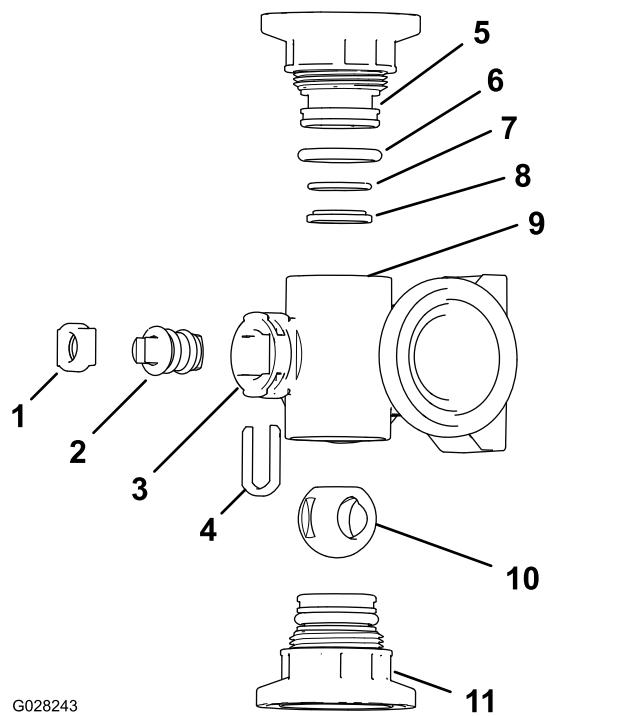
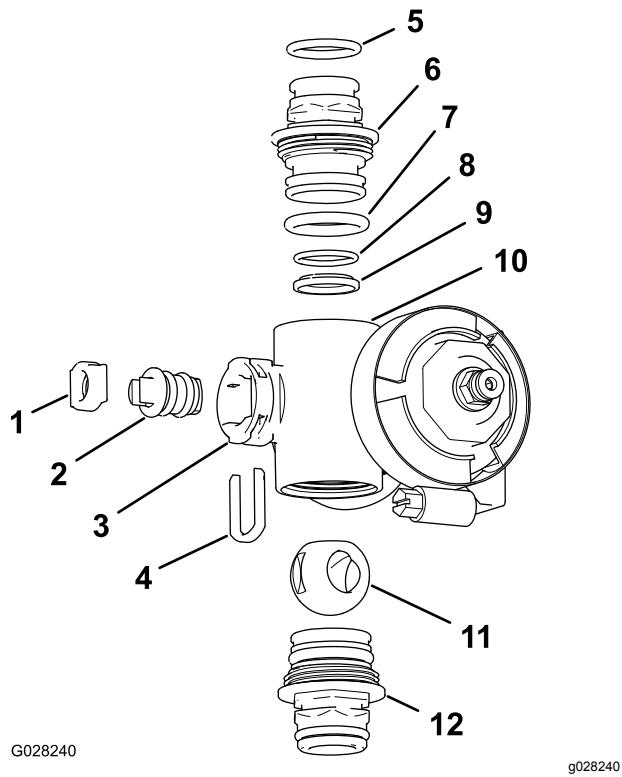

Figura 123
Figura 124
2. Retire o conjunto das duas uniões de cada extremidade do corpo do coletor (Figura 123 e Figura 124).
4. Retire a fixação da haste das ranhuras na porta da haste no coletor (Figura 123 e Figura 124).
5. Retire a fixação da haste e o encaixe da haste da válvula do coletor (Figura 123 e Figura 124).
6. Do corpo do coletor, retire o conjunto da haste da válvula (Figura 123 e Figura 124).
1. Verifique o estado dos anéis de retenção da união de saída (apenas coletor da válvula de secção), dos anéis de retenção do tampão, dos anéis de retenção de encaixe posterior, do encaixe da esfera para ver se há danos ou desgaste (Figura 123 e Figura 124).
2. Aplique lubrificante de silicone na haste da válvula e insira-a no encaixe da haste da válvula (Figura 123 e Figura 124).
3. Instale a haste da válvula e o encaixe no coletor e fixe a haste e o encaixe com a fixação da haste (Figura 123 e Figura 124).
4. Certifique-se de que o anel de retenção de encaixe posterior e o encaixe da esfera estão alinhados e encaixados na união do tampão (Figura 123 e Figura 124)
5. Instale o conjunto da união do tampão no corpo do coletor até a flange da união do tampão tocar no corpo do coletor (Figura 123 e Figura 124); depois rode a união do tampão mais 1/8 a 1/4 de volta.